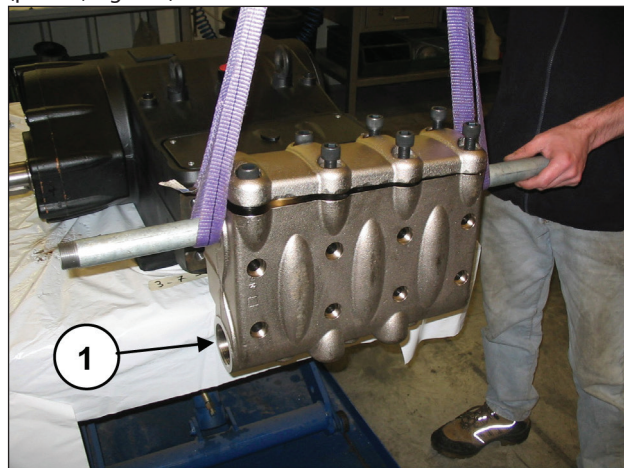
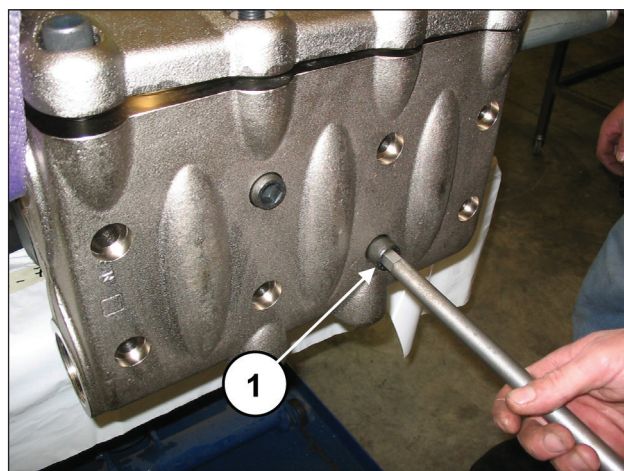

Fig. 117
Fig. 118
Montare la testata sul carter pompa (pos. ①, Fig. 117) facendo attenzione a non urtare i pistoni ed avvitare le 8 viti M16x180 (pos. ①, Fig. 118).
**Serrare le 8 viti M16x180 partendo dalle 4 viti interne in modo incrociato (vedere Fig. 117), per poi proseguire con le 4 viti esterne, sempre serrando in modo incrociato**